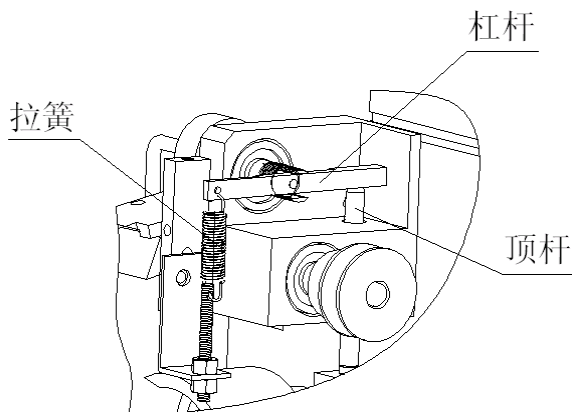

图 5-4
- a. 杠杆拉簧力量太大或太小：可适当调整滚轮压力（见图 5-4）。